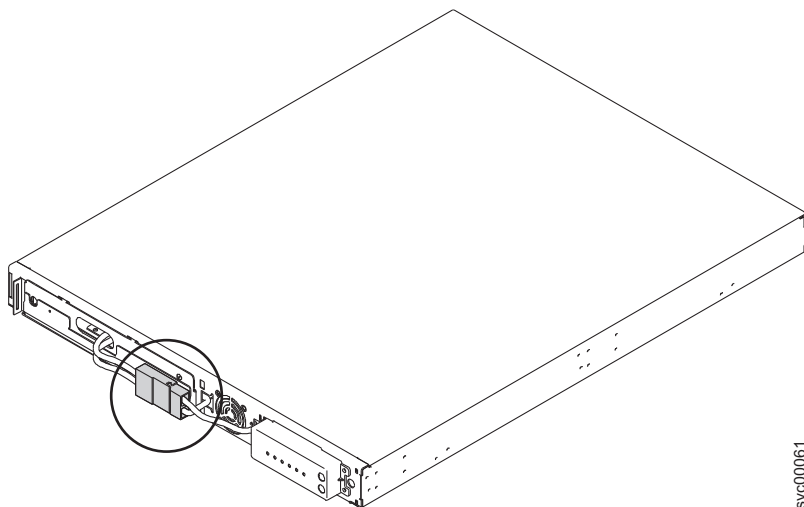

图 221. 2145 UPS-1U 内部电池接口
6. 断开内部电池连接器（在第 277 页的图 221 中用圆圈标识）的连接。